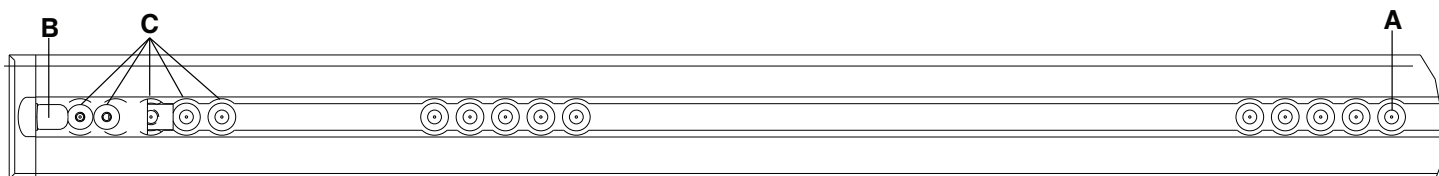

Figura 7 – Poziția șaibei de localizare a plăcii de podea - capătul pentru picioare
Notă - Dacă ați instalat anterior placa de podea fără cablul de prindere între ansamblul de ancorare și vehicul, măsurați 7,6 cm sau 17,8 cm spre capătul pentru cap de la poziția A a șaibei de localizare (Figura 7). Marcați locul de la mijlocul canalului. Aici va fi locul prizei electrice. Consultați Instalarea plăcii de podea (6390-009-020) pentru instrucțiuni privind conectarea sistemului electric.
Notă - Cârligul de siguranță (B) și orificiile suplimentare de montare (C) sunt indicate numai ca referință (Figura 7). Acestea nu se folosesc pentru instalarea **Performance-LOAD**.